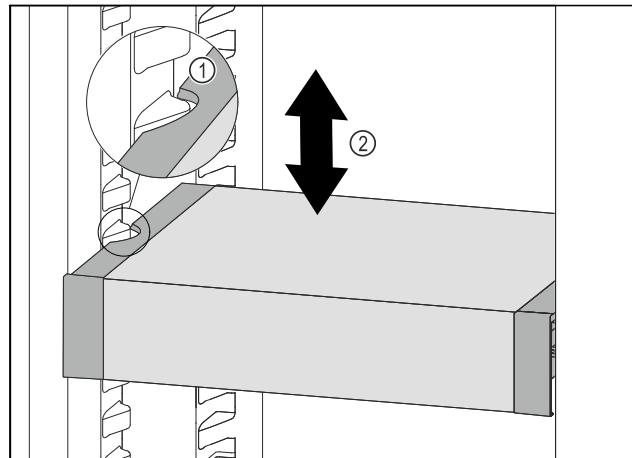

Fig. 105
- Потягнути VarioSafe вперед, поки бокові заглиблення VarioSafe не опиняться на рівні ребра для резервуара в охолоджувальному відділенні. Fig. 105 (1)
- Пересувайте VarioSafe вгору або вниз в охолоджувальному відділенні до тих пір, поки не досягнете бажаної висоти. Fig. 105 (2)